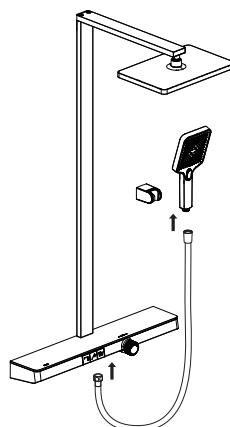

Figure 4
- b) Trouvez une position appropriée pour la douchette. Utilisez la colle pour la fixer. Laissez 24 heures jusqu'à ce qu'elle soit complètement sèche avant de l'utiliser (Figure 4).